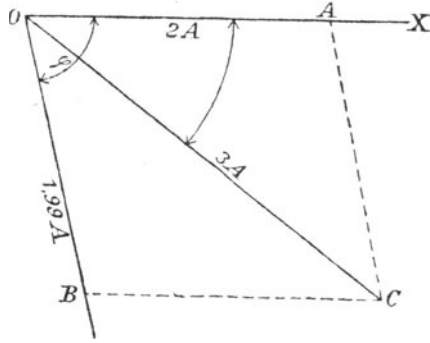
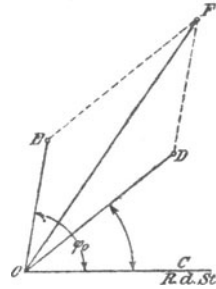

Fig. 139.
Fig. 141.
Zu f): Die Lösung erfolgt graphisch (Fig. 139). Es sei  $OX$  die Richtung der gemeinsamen Spannung, dann fällt die Richtung des Stromes der Glühlampe mit  $OX$  zusammen, man mache  $OA = 2 \text{ A}$ . Der Strom in der Spule bleibt um den Winkel  $\varphi$  ( $\text{tg } \varphi = 6,8$ ) gegen die Spannung zurück. Man zeichne daher den  $\sphericalangle \varphi$  und trage auf dem freien Schenkel  $OB = 1,99 \text{ A}$  ab. Die Diagonale  $OC$  gibt dann den Strom in der unverzweigten Leitung. Die Ausmessung liefert  $OC \cong 3 \text{ A}$ .
**Lösung:** Die Stromstärke  $J'$  der brennenden Lampen ist gegen die zugehörige Klemmenspannung um den  $\sphericalangle$  COA (Fig. 139) verschoben. Die Klemmenspannung der beiden brennenden Lampen beträgt  $2 \cdot 25 = 50$  V, welche Spannung in Fig. 141 auf dem freien Schenkel des Winkels COA der Fig. 139 abgetragen wurde. Es ist also  $OD = 50$  Volt (50 mm). Die Spannung der Spule der erloschenen Lampe ist 34,7 Volt geworden, welche letztere gegen den Strom um den Winkel  $\cos \varphi_0 = 0,14$  (Lösung zu c der Aufgabe 274) verschoben ist. Trägt man auf dem freien Schenkel  $\overline{OE}$  dieses Winkels 34,7 V (34,7 mm) auf, so ist die Resultierende  $\overline{OF}$  aus  $\overline{OE}$  und  $\overline{OD}$  gleich der gesuchten Gesamtspannung. Die Messung gibt  $\overline{OF} = 80$  V (80 mm).